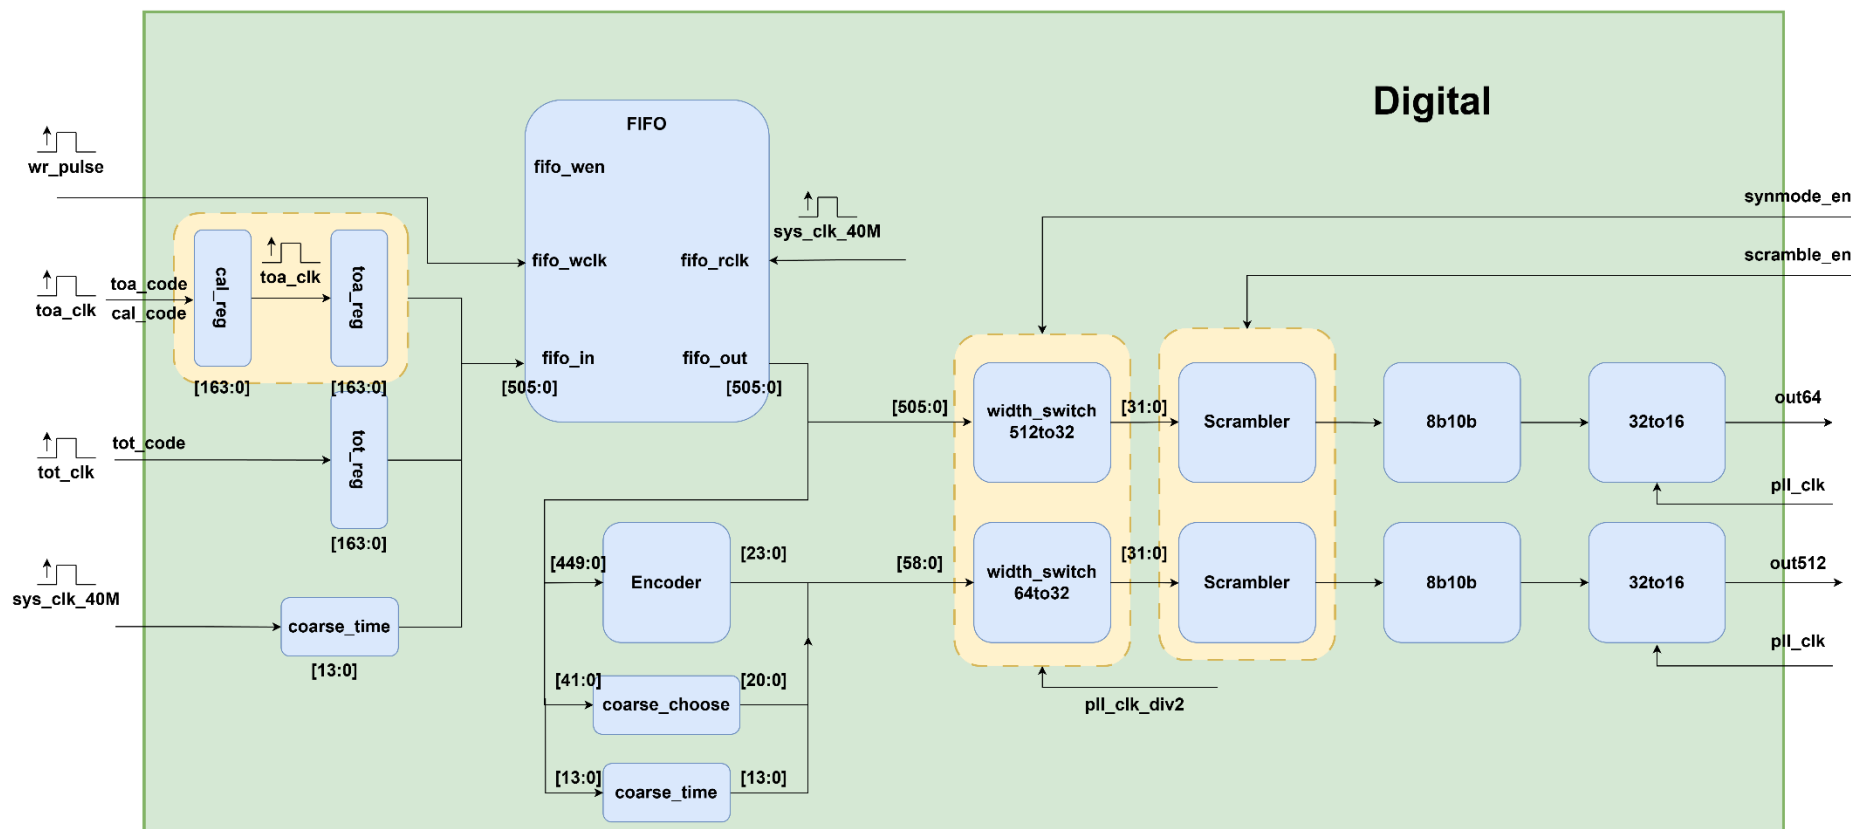

图7：数字模块结构示意图
- Encoder和Event_Builder使用数字工具进行设计, 结构如图7所示。